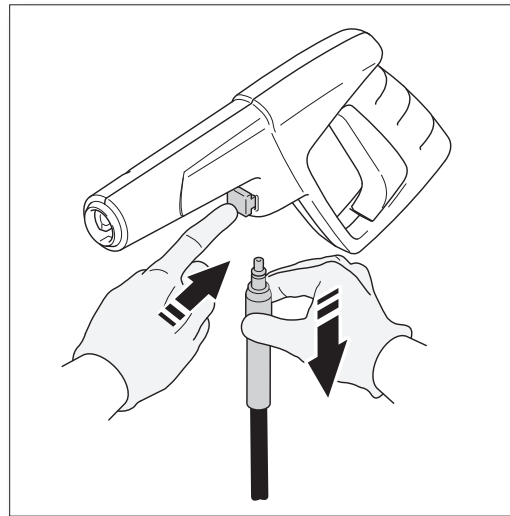

Fig.6
- Para soltar la manguera de la pistola, pulse el botón en la parte inferior del arma hacia el gatillo. La manguera se desliza fuera de la conexión (**Fig. 6**).